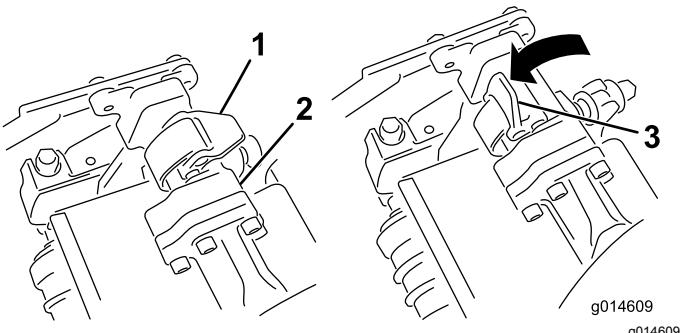
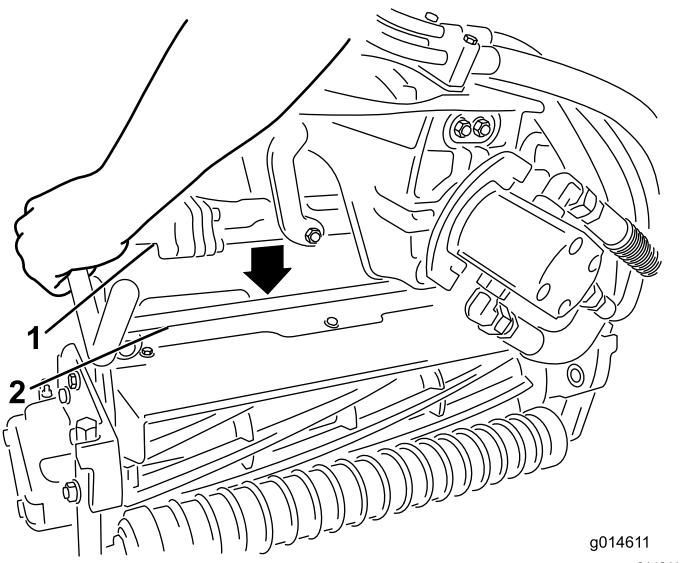

図 36
図 37
4. サスペンションアームのバーについているラッチを上向き開いた状態にして 図 36、サスペンションアームを押し下げて、バーを、カッティングユニットのバーの上に被せるようにする 図 37。
5. ラッチを下げる閉じるとカッティングユニットのバーがロックされてユニットがアームにセットされる図 36。
5. 取り外したいカッティングユニットのサスペンションアームのバーについているラッチを開く図 36。